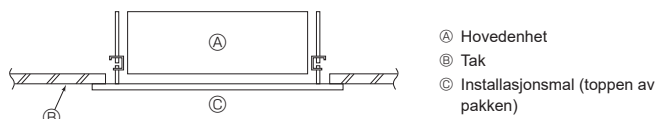

Fig. 3-8
3.7. Bekreft posisjonen til hovedenheten og stram opphengsboltene (Fig. 3-8)